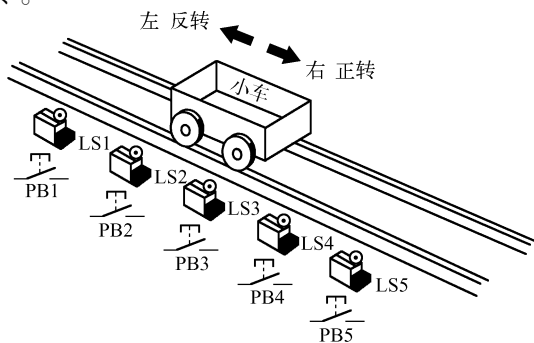

图 4-95 自动控制小车运行方向的系统
1. 自动控制小车运行方向的系统，如图 4-95 所示，请根据动作要求写出梯形图及指令表，尽可能利用功能指令。